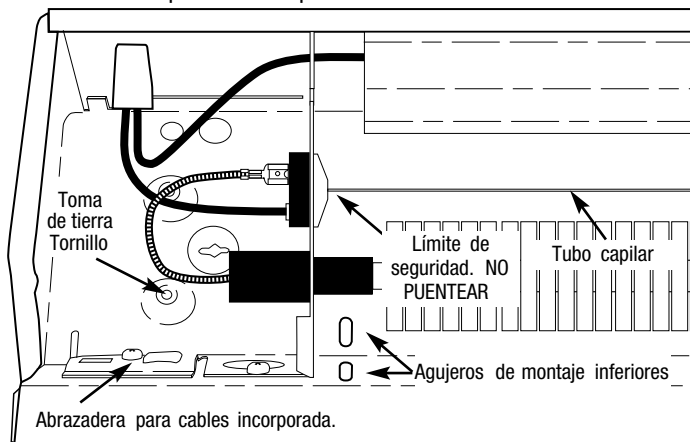

Figura 4: Compartimiento de cables izquierdo
10. Al montar el calefactor, si se utilizan los agujeros de montaje inferiores (vea la Figura 4), asegúrese de que los tornillos no dañen los cables de alimentación eléctrica de la zona que está detrás del calefactor.
11. No retire ni pantee el control de límite de seguridad, ya que esto podría crear en el calefactor un riesgo de incendio; vea la Figura 4.
5. Afloje el tornillo de la abrazadera para cables incorporada (Figura 4) o retire el prepunzonado adecuado del compartimiento de cables del calefactor. Instale el cable de alimentación eléctrica en el compartimiento de cables, dejando al menos 152 mm (6 pulg.) de cable para la conexión al calefactor. Para instalar dos cables de alimentación eléctrica usando la abrazadera para cables incorporada, doble la aleta que cubre el segundo agujero hacia arriba y atrás, sobre la pared posterior del compartimiento de cables. Si no usa la abrazadera, instale un dispositivo de sujeción de cables aprobado (no se incluye) en un prepunzonado adecuado.
6. Coloque el calefactor en la ubicación deseada, y fíjelo a la pared mediante tornillos para madera u otros accesorios de montaje apropiados. Localice los travesaños e inserte los tornillos en ellos, si fuera posible. Para calefactores de hasta 1.8 m (6 pies) de longitud, es adecuado colocar un tornillo en cada extremo. Para unidades más largas se necesita un tornillo adicional en el centro. Apriete los tornillos y luego aflójelos al menos ¼ de vuelta, para permitir que el calefactor se expanda y contraiga durante el uso. Para el caso en que la unidad se monte sobre el piso, se incluyen dos agujeros de montaje adicionales en cada extremo, debajo del elemento calefactor (vea la Figura 4). Instale un tornillo adicional en cada extremo para una mejor estabilidad, asegurándose de aflojar cada tornillo al menos ¼ de vuelta.